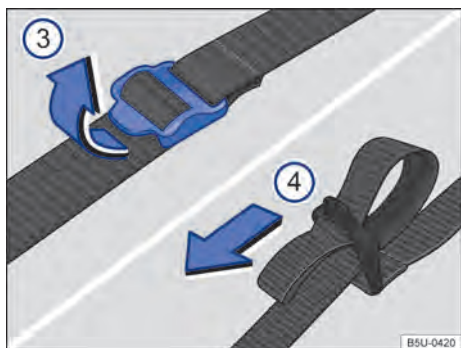

Fig. 127 Cintas de fixação da bolsa das ferramentas de bordo.
- Puxar as fivelas da cinta de fixação no sentido da seta → Fig. 127 ③.
- Puxar firmemente as cintas ① pelas alças no sentido da seta → Fig. 127 ④ para fixar a bolsa das ferramentas de bordo.